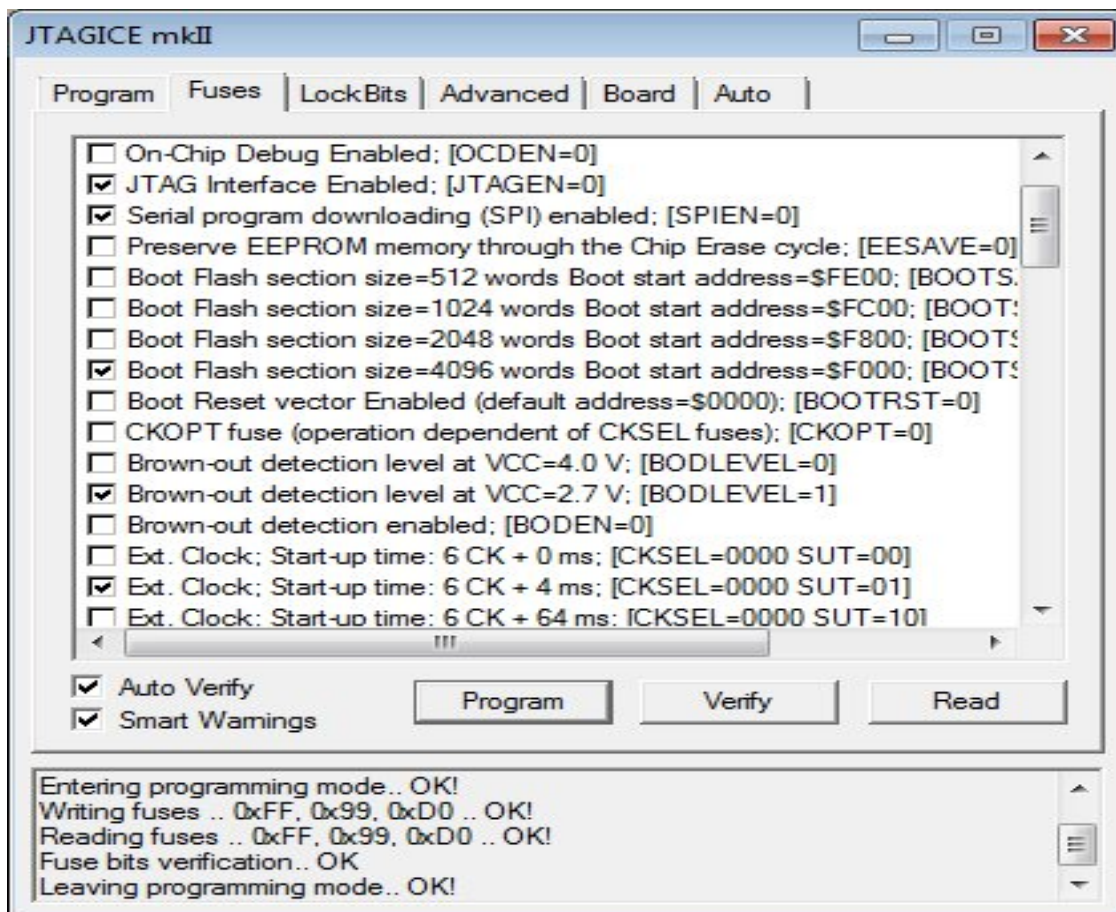

Рисунок 3
5) перейти на вкладку «Fuses» (рисунок 3) и выбрать следующие значения установок: